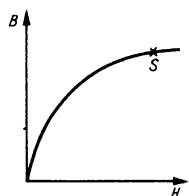

Bild 76
- 8.39 Im B, H -Diagramm eines ferromagnetischen Stoffes (Bild 76) wird die Feldstärke über den Sättigungswert S hinaus vergrößert. Wie ändert sich die Flußdichte in diesem Bereich? Begründen Sie die Antwort.